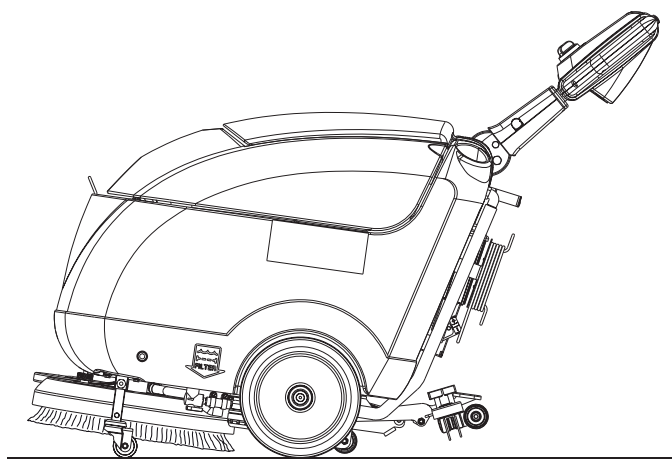

Figura 5
7. Soltar las palancas de accionamiento cepillo (70) y el pulsador de asenso (69).
8. Girar la perilla (62) en la posición "0" para apagar la máquina.
9. Activar la clavija de posicionamiento (24) y activar el dispositivo de estacionamiento de la máquina (23a) para tener levantado el cepillo/portafiltro (véase la Figura 5).